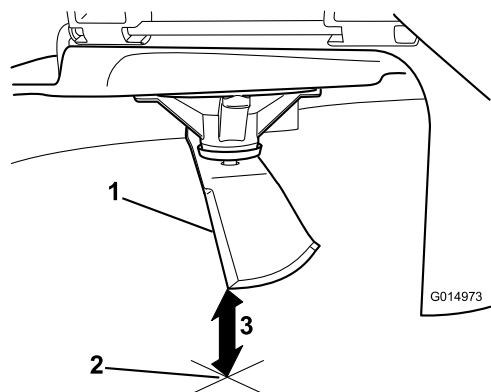

Figura 80
5. Măsurai de la vârful lamei până la suprafața plană (**Figura 80**).